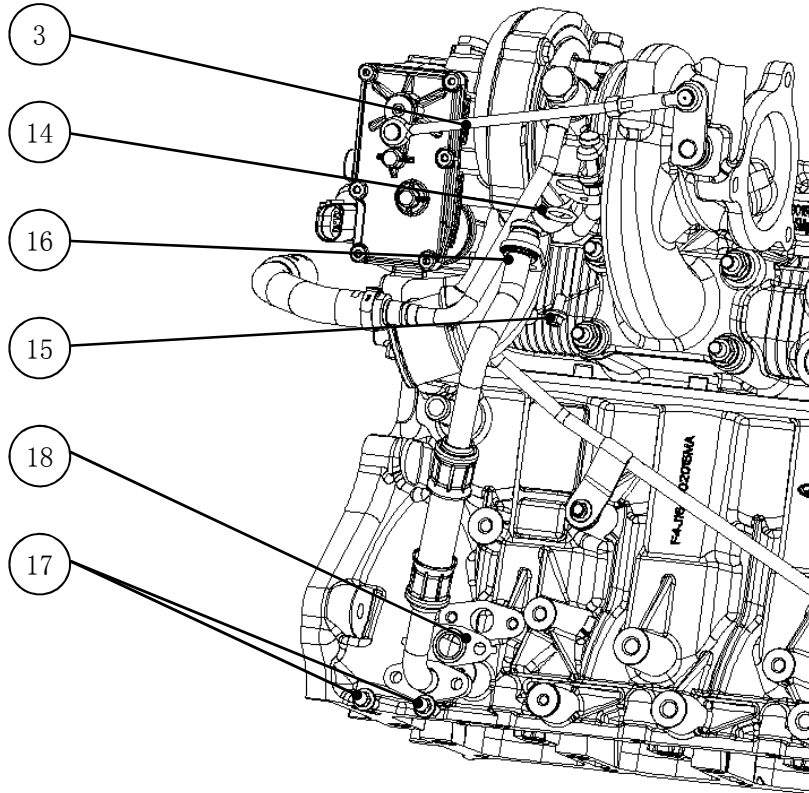

图 F-9 回油管总成的安装
e、取一颗空心螺栓⑩，套上一个垫片⑪，插入进油管总成-增压器⑬的球型接头中，在空心螺栓⑩上再套上一个垫片⑪，然后将空心螺栓⑩拧入增压器上对应的螺纹孔内如图 F-9 所示；按技术参数表分别拧紧进油管总成-增压器⑬两端空心螺栓⑩。